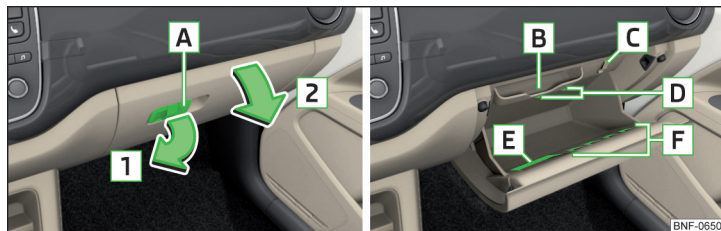

Fig. 69 Åbning af handskerum / Indvendigt i handskerummet
Handskerum » Fig. 69
- » Hvis der på åbningsgrebet **A** » Fig. 69 er en krog, der kan klappes ned » Fig. 71 på side 63, skal bagage, der hænger på krogen, tages af.